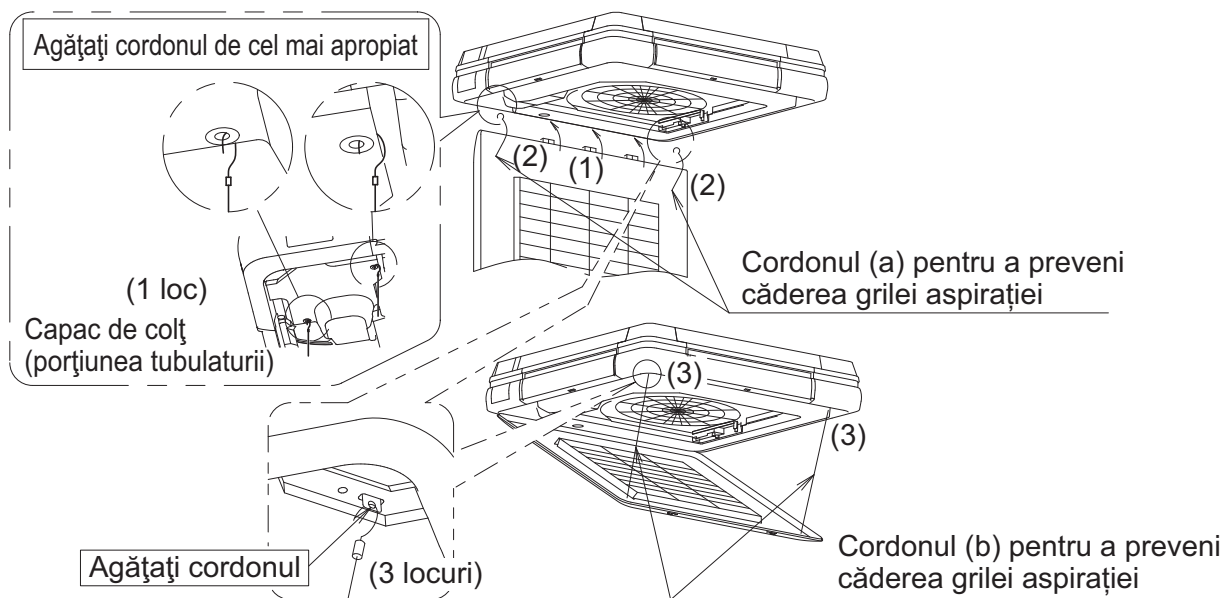

Fig. 49
- După fixarea grilei aspirației în ordinea inversă celei menționate la pasul "4. PREGĂTIREA ÎNAINTE DE INSTALARE - (3)" **(Consultați Fig. 49-(1))**, agățați cordonul (a) pentru a preveni căderea grilei aspirației **(Consultați Fig. 49-(2))**.
- Agățați cordonul (b) pentru a preveni căderea grilei aspirației. **(Consultați Fig. 49-(3))**